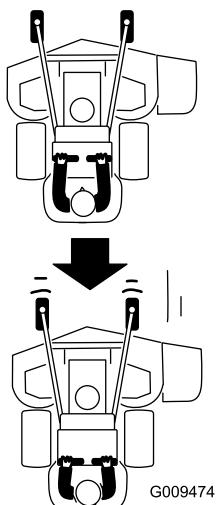

図 24
- 走行コントロールレバーをゆっくりと後ろに倒す（図 24）。